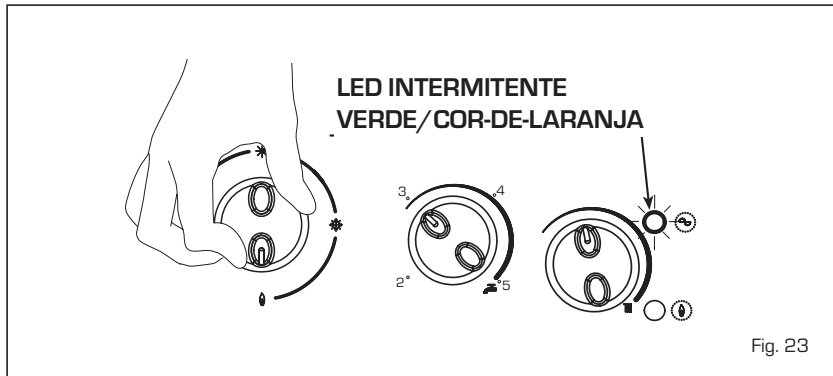

Fig. 23
4.6.1 Função limpa-chaminés (fig. 23)